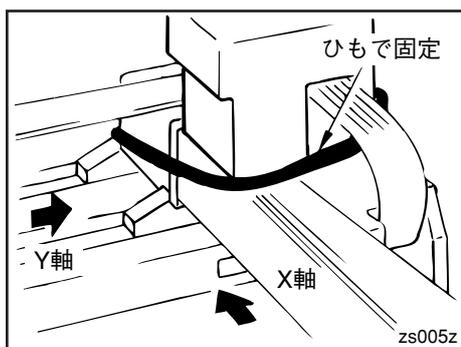

図3-2 ZT軸の固定
- ①モーターケーブルおよびエンコーダケーブルはロボット本体からはずしてください。
- ②X軸のスライダを図3-2の矢印方向に動かしメカエンドに押しあてます。
- ③ひも等を使用し、スライダが動かないように固定してください。
- ④ロボットが転倒しないようにX軸先端を支えながら、Y軸の固定ボルトをはずしてください。
- ⑤3名以上でロボット本体を持ち上げ、設置場所に移動してください。